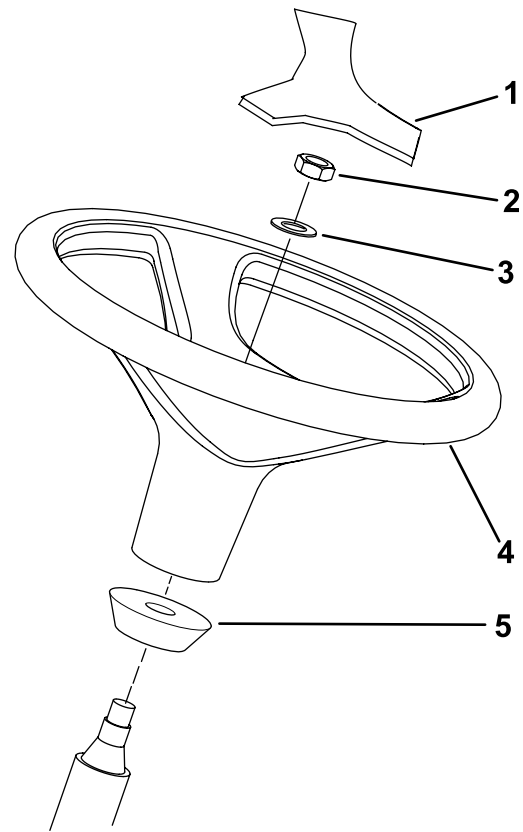

Bild 12
1. Nehmen Sie das Lenkrad von der Versandpalette ab (Bild 12).
Hinweis: Stellen Sie sicher, dass der Schaumkragen auf der Lenkwelle verbleibt (Bild 12).
3. Ziehen Sie das Lenkrad und die Scheibe auf die Lenkwelle auf (Bild 12).
5. Befestigen Sie die Abdeckung am Lenkrad (Bild 12).